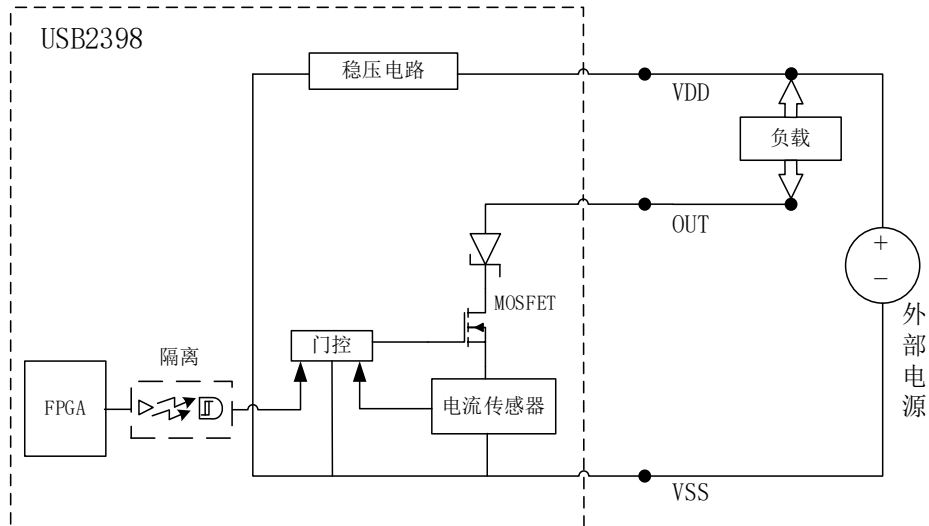

图 3-5-5 信号输出连接示意图
4 路计数器的 OUT 输出前端均有一个肖特基二极管与 MOS 管；当通过 MOS 管的电流超过典型值 800mA（例如负载短路）时，MOS 管关闭 250ms 进入自保护，在这段时间之后，输出尝试接通，如果短路仍然存在，MOS 管将关闭下一个 250ms；此过程持续到过流或短路条件被移除之后，才自动恢复。信号输出连接示意图见下图 3-5-5。
- 在对应输出通道上，将一个电阻连接至该通道的 VDD 引脚（即图 3-5-5 中负载），此时该通道的输出电平与空闲状态一致。